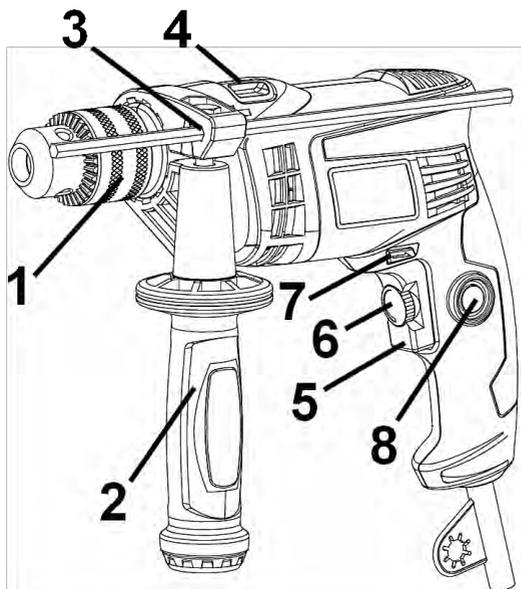

Рисунок 1
3.4.1 Изделие имеет два режима работы: ударно-вращательный и вращательный. Переключение режимов работы изделия осуществляется переводом переключателя (4) (см. рис. 1) из одного крайнего положения в другое в сторону соответствующего символа режима работы:
- Ударно-вращательный режим – переключатель (4) должен быть переведен до упора в сторону символа .
- Вращательный режим – переключатель (4) должен быть переведен до упора в сторону символа .
5.2 Выберите необходимый режим работы изделия с помощью переключателя (4) (см. рисунок 1).
Переключение режимов работы изделия осуществляется переводом переключателя (4) (см. рис.1) из одного крайнего положения в другое в сторону соответствующего знака режима работы: